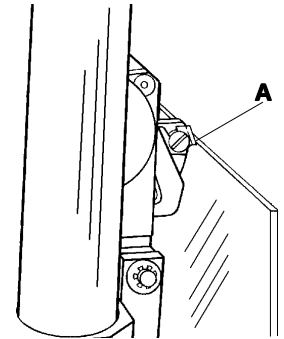

Figure 18
4. Grasp the **CUTTING HEAD** with your right hand and depress the **SHORT THUMB LEVER** with the right thumb. Raise the **CUTTING HEAD** and release the **SHORT THUMB LEVER** so the tip of the scoring blade rests on the surface of the plastic as close as possible to the upper edge. It should rest about 1/32" (1mm) from the top edge. See **(A) Figure 18**.
4. Mit der rechten Hand halten Sie den Griff des **Schneidekopfes** fest und drücken den **kurzen Hebel** mit dem rechten Daumen nieder. Heben Sie den **Schneidekopf** an und geben Sie den **kurzen Hebel** frei, wenn die Spitze der Anreißklinge, so nah wie möglich zur oberen Kante hin, auf der Oberfläche der Plastikscheibe liegt. Die Klinge sollte ca. 1 mm von der oberen Kante der Plastikscheibe angesetzt werden. Siehe **(A), Abbildung 18**.